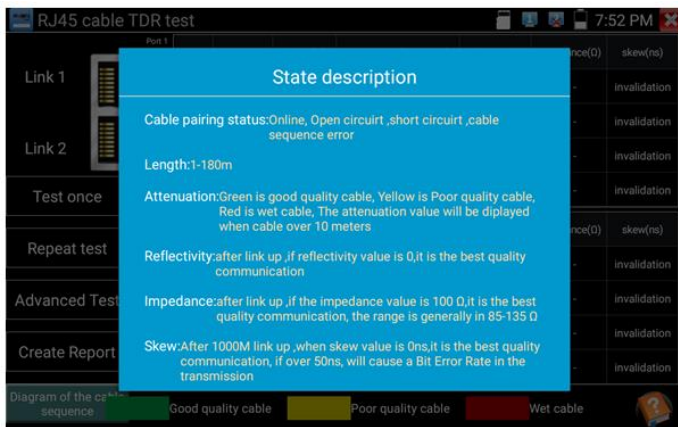

Рис. 150 Справочная информация подключения кабеля к тестеру для TDR теста
- 1) «Справочная информация» (Help) содержит информацию о каждом из измеряемых параметров, рис. 150;